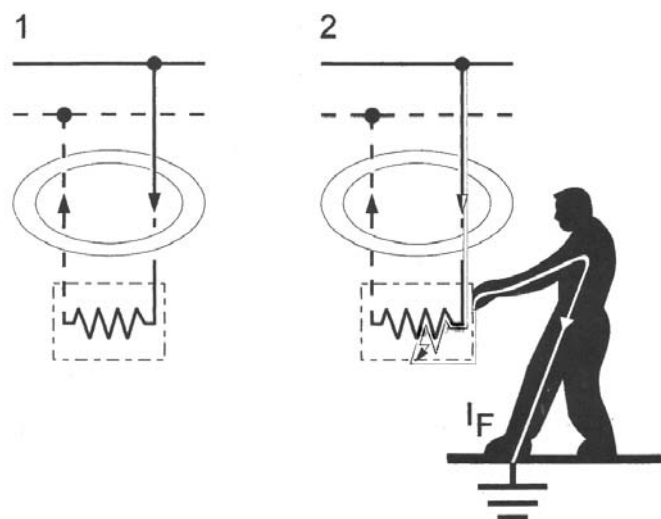

Рис. 4. Происхождение токов повреждения, I_F :
Токи повреждения – токи, текущие к нейтральной точке системы через защитный проводник или непосредственно через человека на землю из-за повреждения изоляции в электрических установках или устройствах (рис. 4).
Основная задача устройства защитного отключения (УЗО) – защита человека от поражения электрическим током и от возникновения пожара, вызванного утечкой тока через изношенную изоляцию проводов и некачественные соединения. Основными компонентами устройства защитного отключения являются трансформатор суммарного тока, магнитное переключающее устройство и контактная система с контактным механизмом. Все фазные проводники и нейтральный проводник на входной стороне устройства, которое должно быть защищено, питаются через трансформатор суммарного тока (I) (см. схему на рис. 4а).
Рис. 4а. Принцип работы устройств остаточного тока: